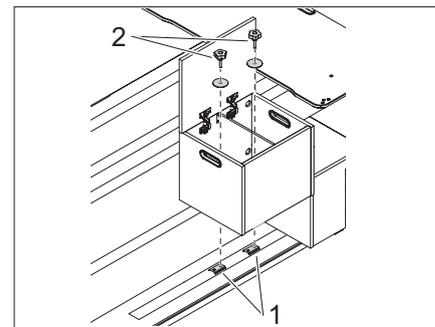

Fig. 46 Montare la scatola di stivaggio
- ▶ Posizionare la scatola di stivaggio nella guida sopra le piastre filettate (Fig. 46,1).
- ▶ Inserire le viti a stella (Fig. 46,2) con le rondelle attraverso la scatola di stivaggio e avvitare nelle piastre filettate (Fig. 46,1).